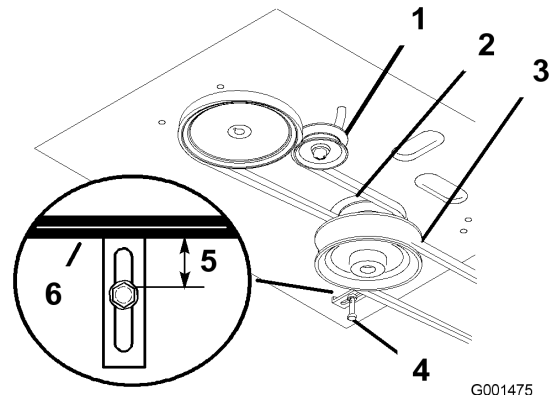

Figure 37
4. Enlevez la courroie du plateau de coupe (Figure 37).
5. Desserrez le boulon de pivot jusqu'à ce que la poulie de tension puisse coulisser dans la fente et déposez la courroie de transmission du moteur et des poulies d'entraînement (Figure 37).
6. Montez la courroie d'entraînement neuve sur les poulies de moteur et d'entraînement (Figure 37).
7. Insérez la poulie de tension dans le bâti du moteur pour tendre la courroie de transmission (Figure 37).
8. Installez la courroie du plateau de coupe (Figure 37).
9. Vérifiez que le guide de courroie sous le bâti du moteur est réglé correctement (Figure 37).